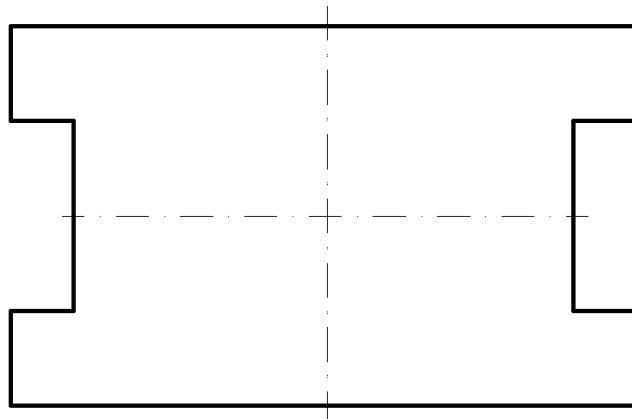

Рис. 12. Этап 3.2.
3.2.. Командой **Зеркальное отражение** построить симметричные части вида (рис. 12).